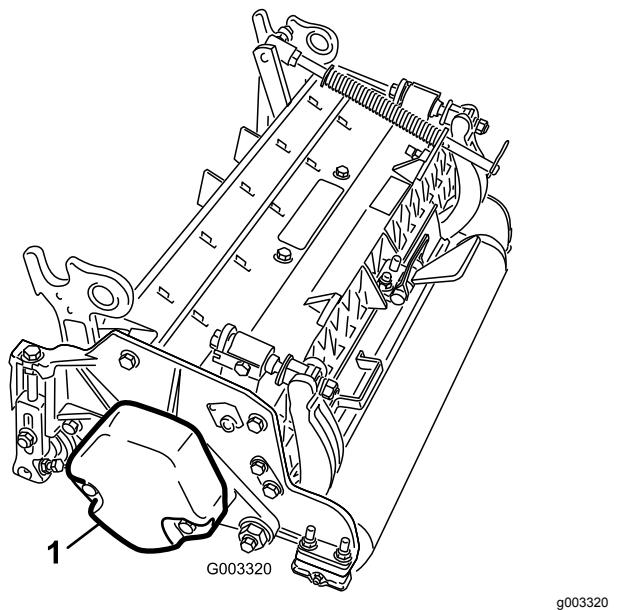

Рисунок 4
4. Убедитесь в том, что противовес (Рисунок 4) установлен с соответствующим концом режущего блока, как описано в *Руководстве по эксплуатации режущего блока*.